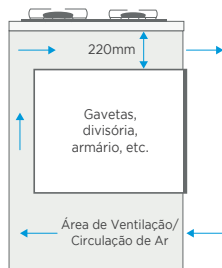

Fig. 3
9. Caso não haja nenhum eletrodoméstico embaixo do cooktop, será necessário a instalação de uma divisória com uma distância mínima de 220mm do cooktop (Fig. 3). Nesta divisória deve-se fazer uma passagem para a mangueira de gás e o cabo de alimentação.